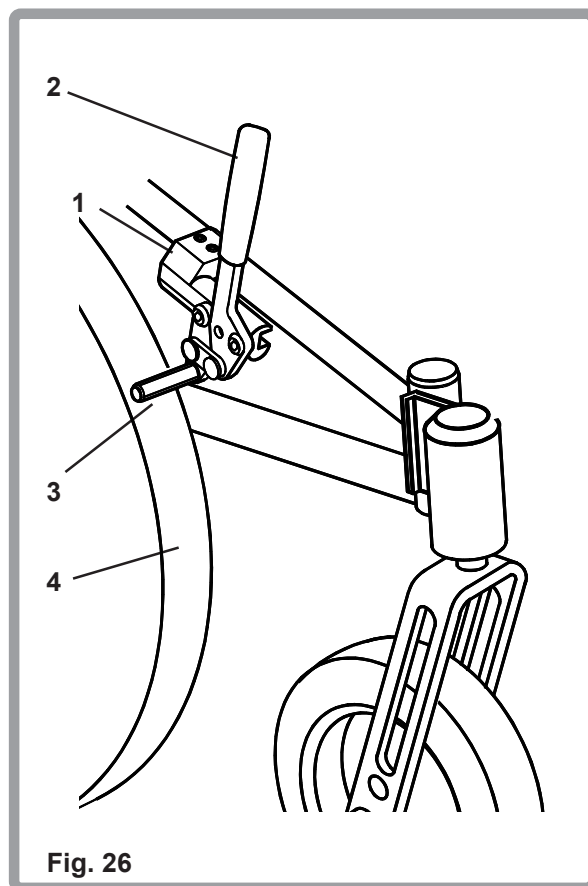

Fig. 26
El dispositivo de bloqueo de la rueda (Fig. 26) va montado sobre un sistema de fijación (1) y se ajusta antes de salir de fábrica. Para aplicar el dispositivo de bloqueo de la rueda, simplemente empuje la palanca de accionamiento (2) hacia adelante hasta que note cómo ésta pasa del punto central y la barra de sujeción (3) fije el neumático (4).